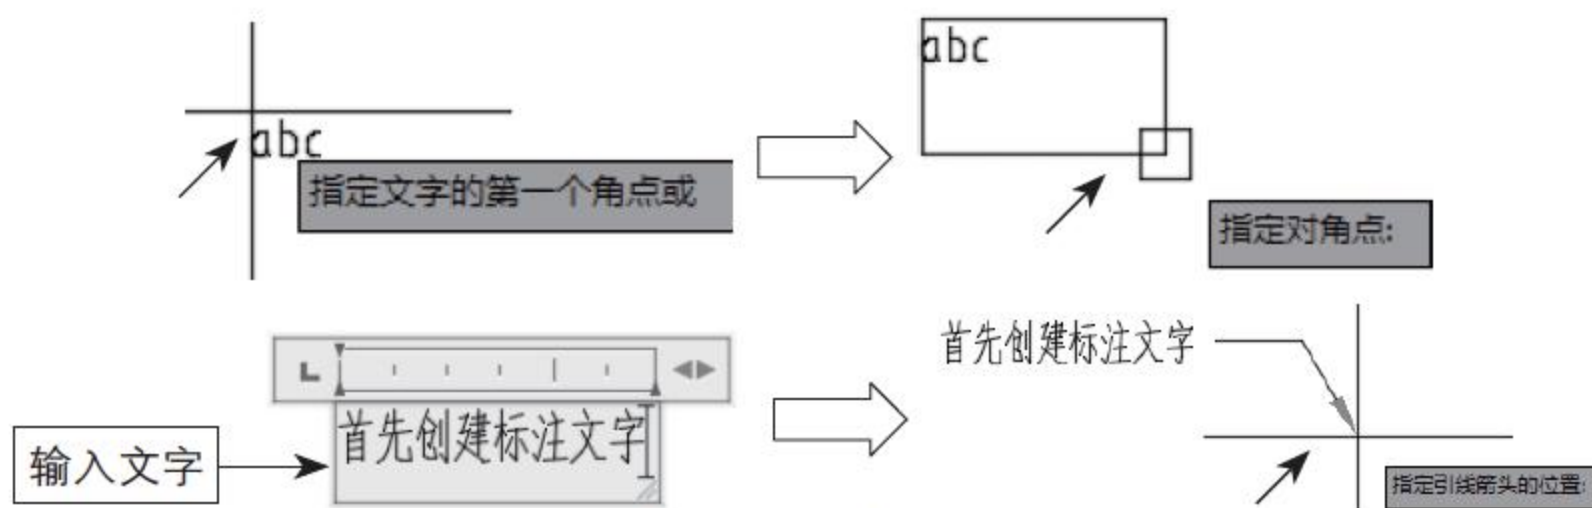

图5-98 【内容优先】创建引线标注
- 内容优先 (C)：选择该选项，首先输入标注文字，再指定基线与箭头的位置，操作过程如图5-98所示。命令行提示如下。